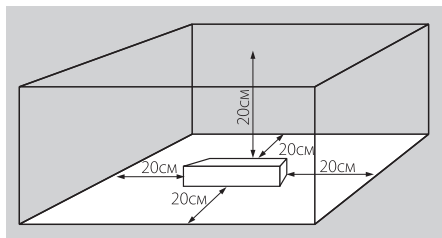

Рис.1
- Для естественной вентиляции обеспечьте свободное пространство вокруг источника питания не менее 20см, как изображено на Рис.1. При невозможности обеспечить свободное пространство используйте принудительную вентиляцию.